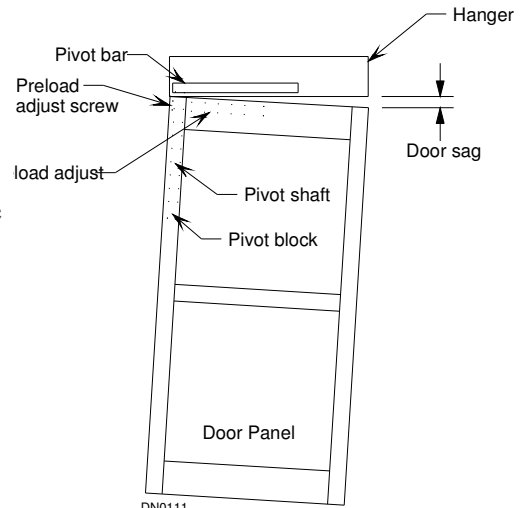

Figure 32
1. Panic door open to check door sag (See Figure 32)